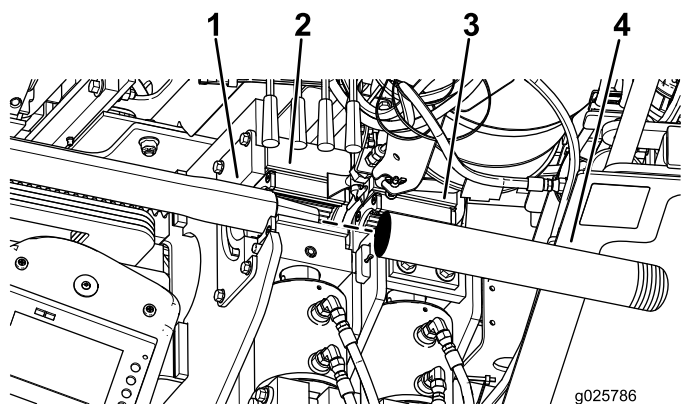

Bild 51
4. Ziehen Sie das Bohrrohr und die Führungsstange zurück durch die Rohrführung in die Schlüssel. Richten Sie dabei die dickere obere Verbindung der Führungsstange auf den oberen Schlüssel aus (Bild 51).